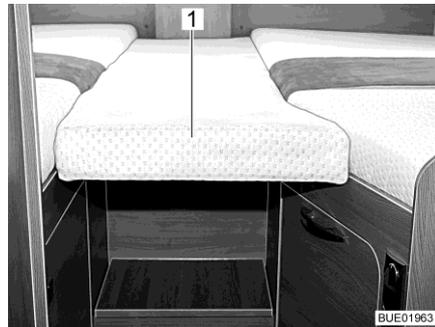
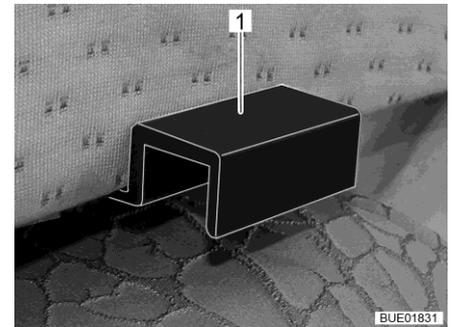

Fig. 115 Cojín adicional
Fig. 116 Soporte, cojín adicional
- Enganchar el cojín adicional (Fig. 115,1) con los soportes (Fig. 116,1) en los paneles de las camas individuales, de tal modo que se forme una superficie de descanso ininterrumpida.